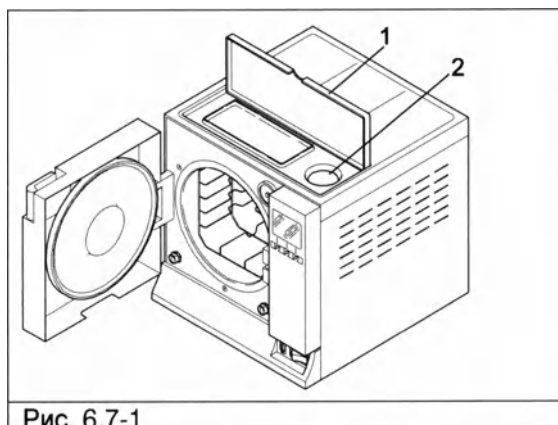

Рис. 6.7-1
2. Откройте верхнюю крышку (1 на Рис. 6.7-1) и вручную залейте дистиллированную воду через заливочное отверстие (2 на Рис. 6.7-1) в требуемом количестве. Можно наливать воду через деионизатор (см. Приложение 10). Для установки данного варианта см. руководство по эксплуатации деионизаторв Aquafilter.
3. После заполнения, которое может быть подтверждено также индикатором уровня (2 Рис. 6.7-1), находящимся рядом с отверстием, на дисплее появится следующее сообщение:
2. Наполните бак чистой воды свежей чистой водой через соответствующее заливочное отверстие (2 на Рис. 6.7-1).